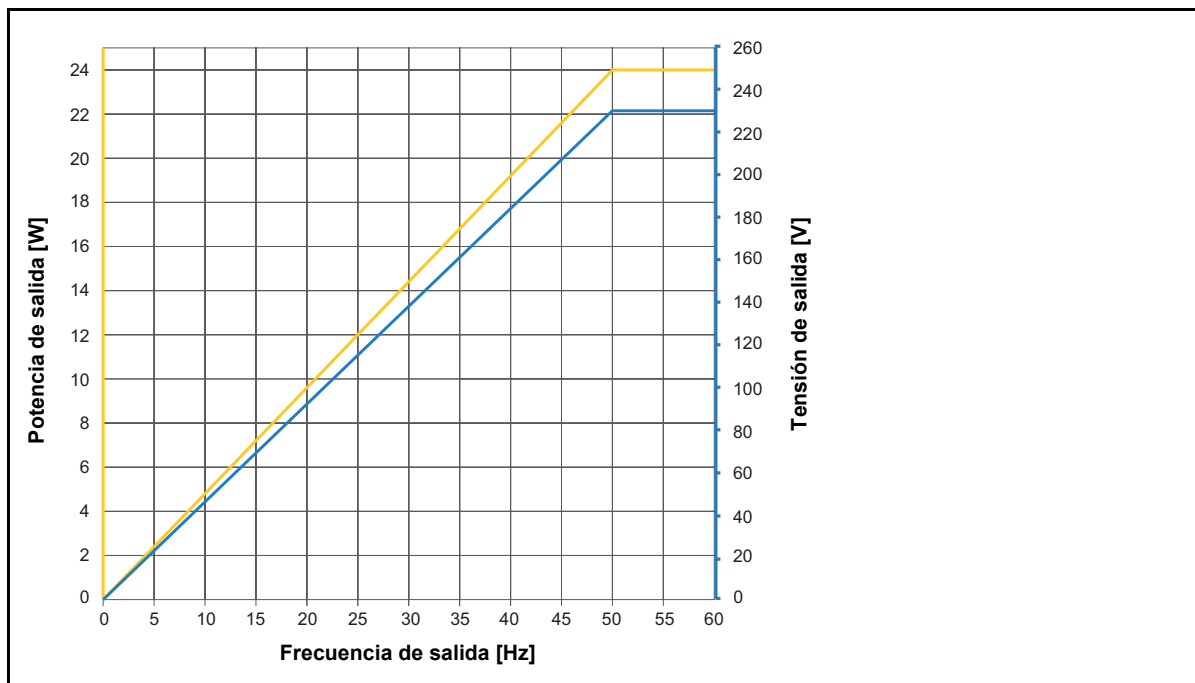

Figura 15-5: Disminución de la potencia de salida y tensión de salida 3 x 230 V_{RMS}
3. Véase Figura 15-5: "Disminución de la potencia de salida y tensión de salida 3 x 230 V_{RMS}" en la página 224